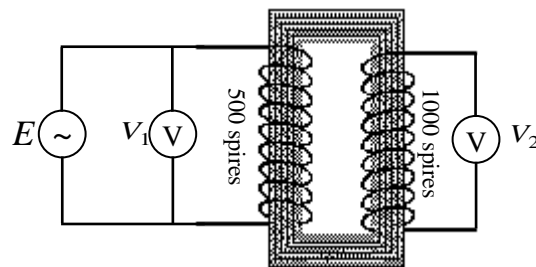

Figure 5. 6: Transformation de la tension
- On réalise le montage de la Figure 5. 6.